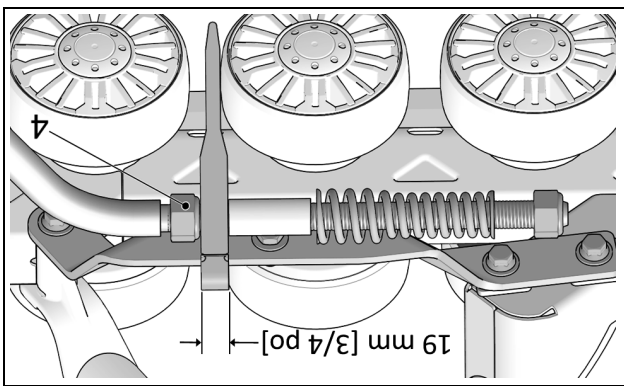

Figure 12
• Régler l'écrou (4) afin de produire une distance de 19 mm entre le guide du bras stabilisateur et l'écrou, comme le montre la Figure 12.